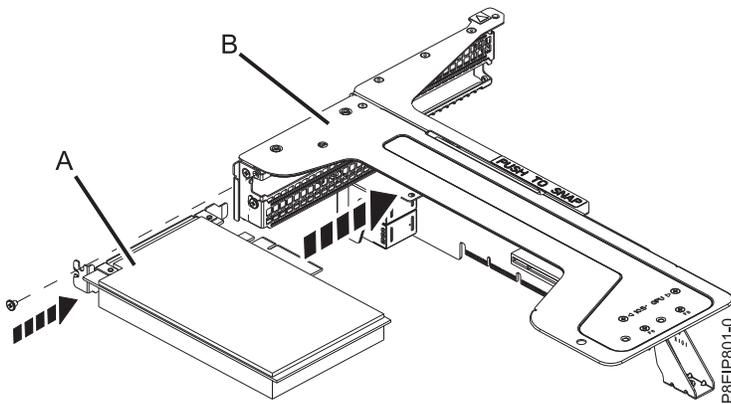

Abbildung 56. Adapter in Position 3 der PCIe-Riserkarte einsetzen
- f. Setzen Sie den PCIe-Adapter (A), der sich in Position 3 befindet, in die Riserkarte für PCIe-Adapter (B) ein (siehe Abb. 56 auf Seite 88).